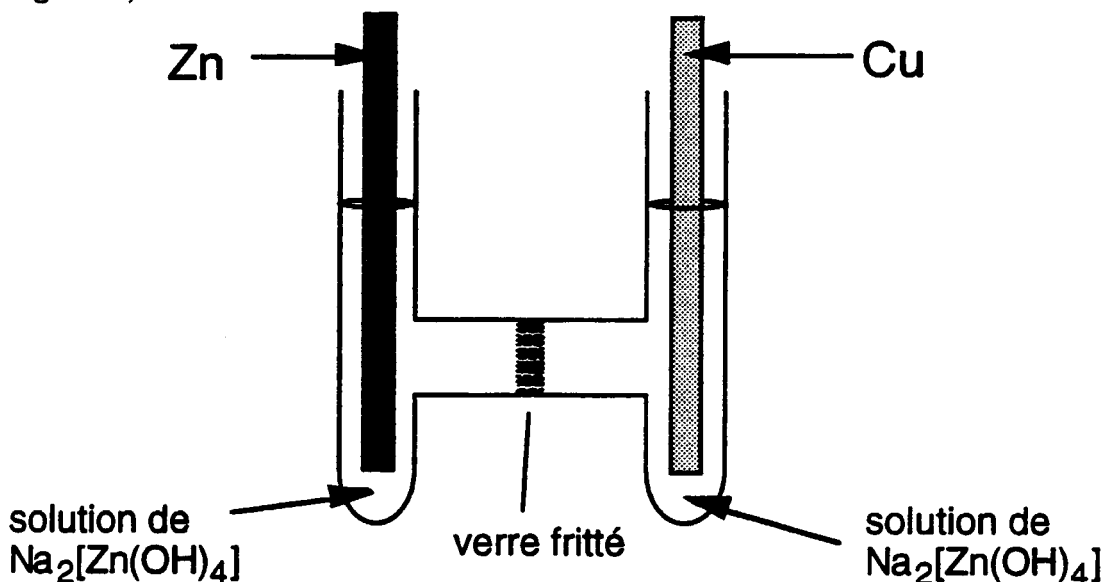

Figure 1
La transformation de la lame de cuivre en une lame d'aspect argenté nécessite la présence du cuivre métallique, de l'ion $[Zn(OH)_4]^{2-}$ et du zinc métallique. Cette réduction paradoxale du Zn(II) en présence de cuivre s'explique par la formation d'un alliage CuZn (laiton) à la surface de la lame de cuivre. Afin de mesurer les grandeurs thermodynamiques associées à cette réaction, la cellule électrochimique représentée sur la Figure 1, est construite.
Le dépôt de zinc sur la lame de cuivre s'arrête lorsque la composition en surface est celle du laiton γ . A ce moment la différence de potentiel aux bornes de la cellule représentée sur la Figure 1 n'est plus que d'environ 10mV.